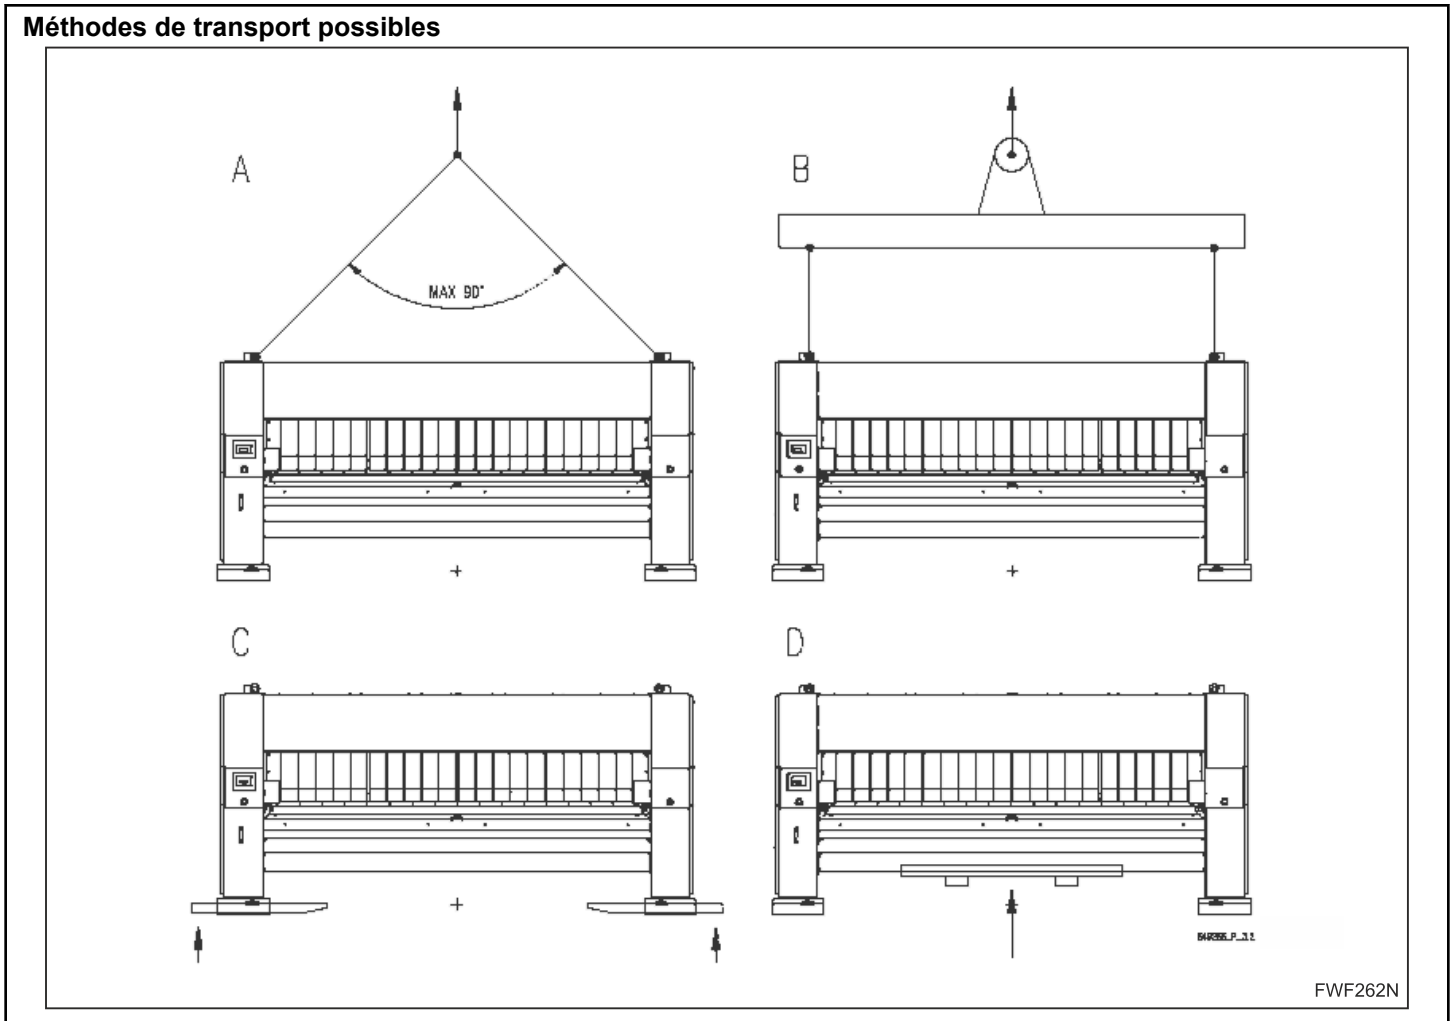

Figure 18
- Les méthodes permises pour transporter la machine sont représentées dans la fig. *Figure 18*.